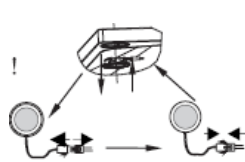

Рисунок 1
1. Не монтируйте эту кухонную вытяжку в помещении с большим количеством дверей и окон с целью исключения влияния на эффективность вытяжки, вызванного конвекцией воздуха (рисунок 1).
Для замены лампы из светодиодов (рисунок 1)